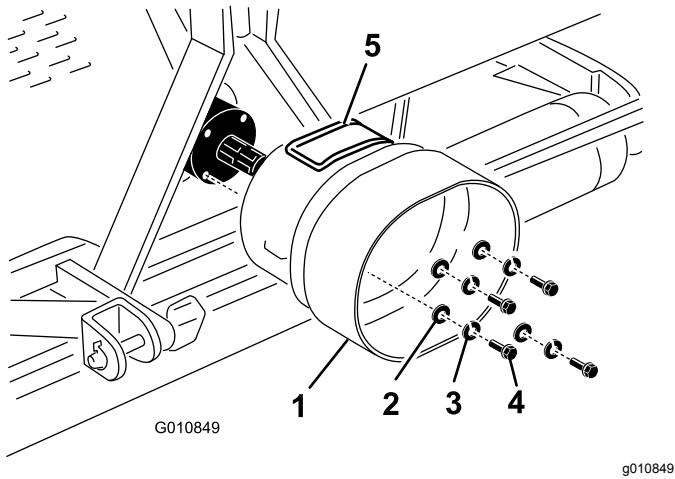

Figura 22
1. Retire os 4 parafusos, anilhas de bloqueio e anilhas planas fixadas à parte de trás da transmissão do arejador (Figura 22).
2. Monte a proteção da tomada de força na transmissão do arejador com os fixadores previamente removidos (Figura 22). Quando montar a proteção da tomada de força, certifique-se de que o painel de acesso (Figura 22) está posicionado na parte superior ou lateral, dependendo da configuração da estrutura do arejador.
Nota: Pode abrir o painel de acesso (Figura 22) para facilitar a remoção e a instalação dos parafusos de montagem do veio da tomada de força.